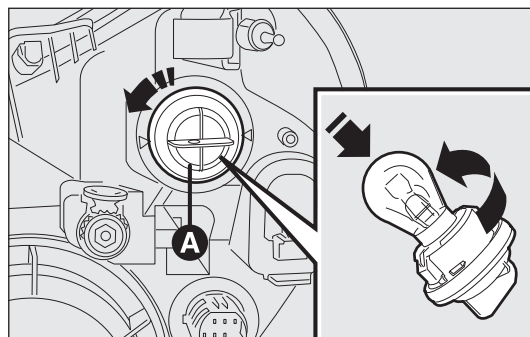

fig. 178
- ☐ gire hacia la izquierda el portalámparas A-fig. 178 y extraígallo;